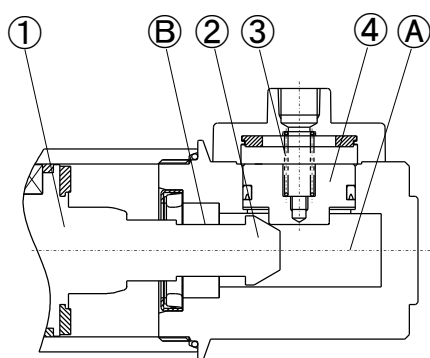

図 1
(1) ロック動作時
- (a) シリンダのピストン①がストロークエンドに近づくと、ストップピストン④はスリーブ②の斜面にそって押し上げられます。(図 1)